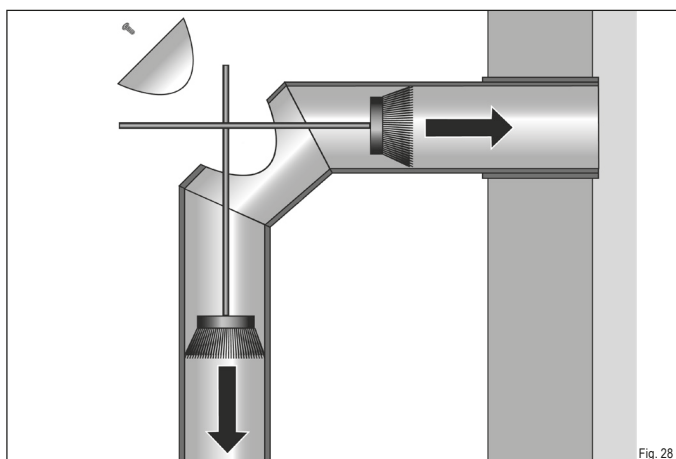

Fig. 28
- ▶ Ouvrez la trappe de nettoyage sur le conduit de fumée (Fig. 28).
- ▶ Ramassez les débris à l'arrière de la cheminée et vers le bas dans le poêle (Fig. 28).